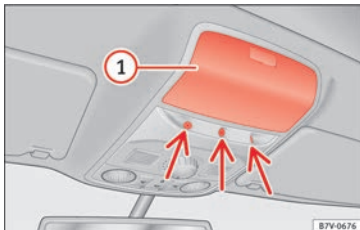

Abb. 48 In der Dachkonsole: Sensoren der Innenraumüberwachung.
Ablagefach » **Abb. 48** ① in der Dachkonsole schließen, da sonst die Funktion der Innenraumüberwachung (Pfeile) nicht uneingeschränkt gewährleistet ist.